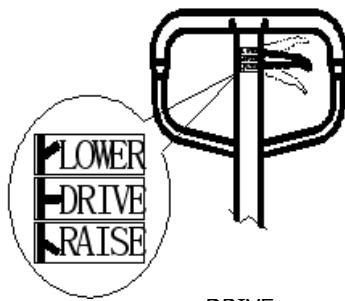

Рисунок 3. LOWER: опускание – положение опускания; DRIVE: движение – среднее положение;
Вы можете видеть маленькую ручку управления (119) над ручной тележкой для транспортировки грузов на поддонах. Ее можно переводить в три положения (см. рис. 3). После окончания работы ее необходимо перевести в положение Middle (Среднее). Эти три положения были настроены соответствующим образом перед отправкой с завода. Если при аварийной ситуации происходят изменения, вы можете перезагрузить их в соответствии со следующими шагами: